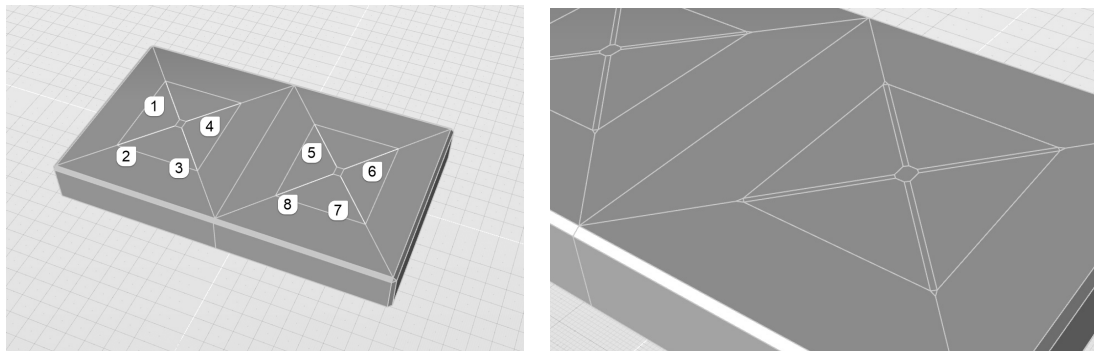

图 7-26 选中边线 (左) 进行斜切 (右)
6) 选中图 7-26 (左) 所示的边线进行斜切, 如图 7-26 (右) 所示。